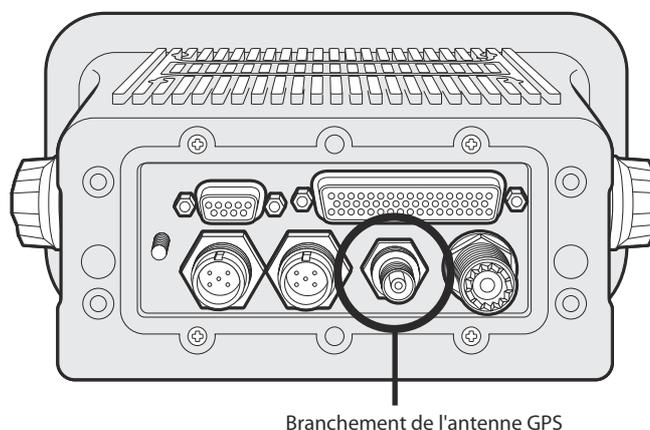

Figure 40 Branchement de l'antenne GPS
- Branchez le câble de l'antenne GPS au connecteur du GPS sur l'émetteur SIA, tel qu'illustré sur Figure 40.